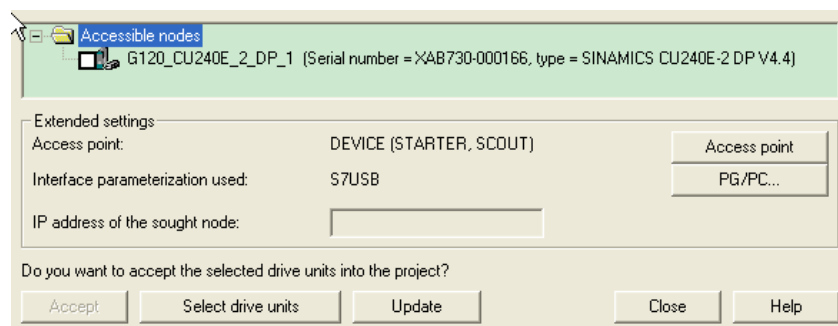

图 6
4) 若之前已经设置好 PC/PG 的 S7USB 接口，则只需点击  即可出现图 6 画面。